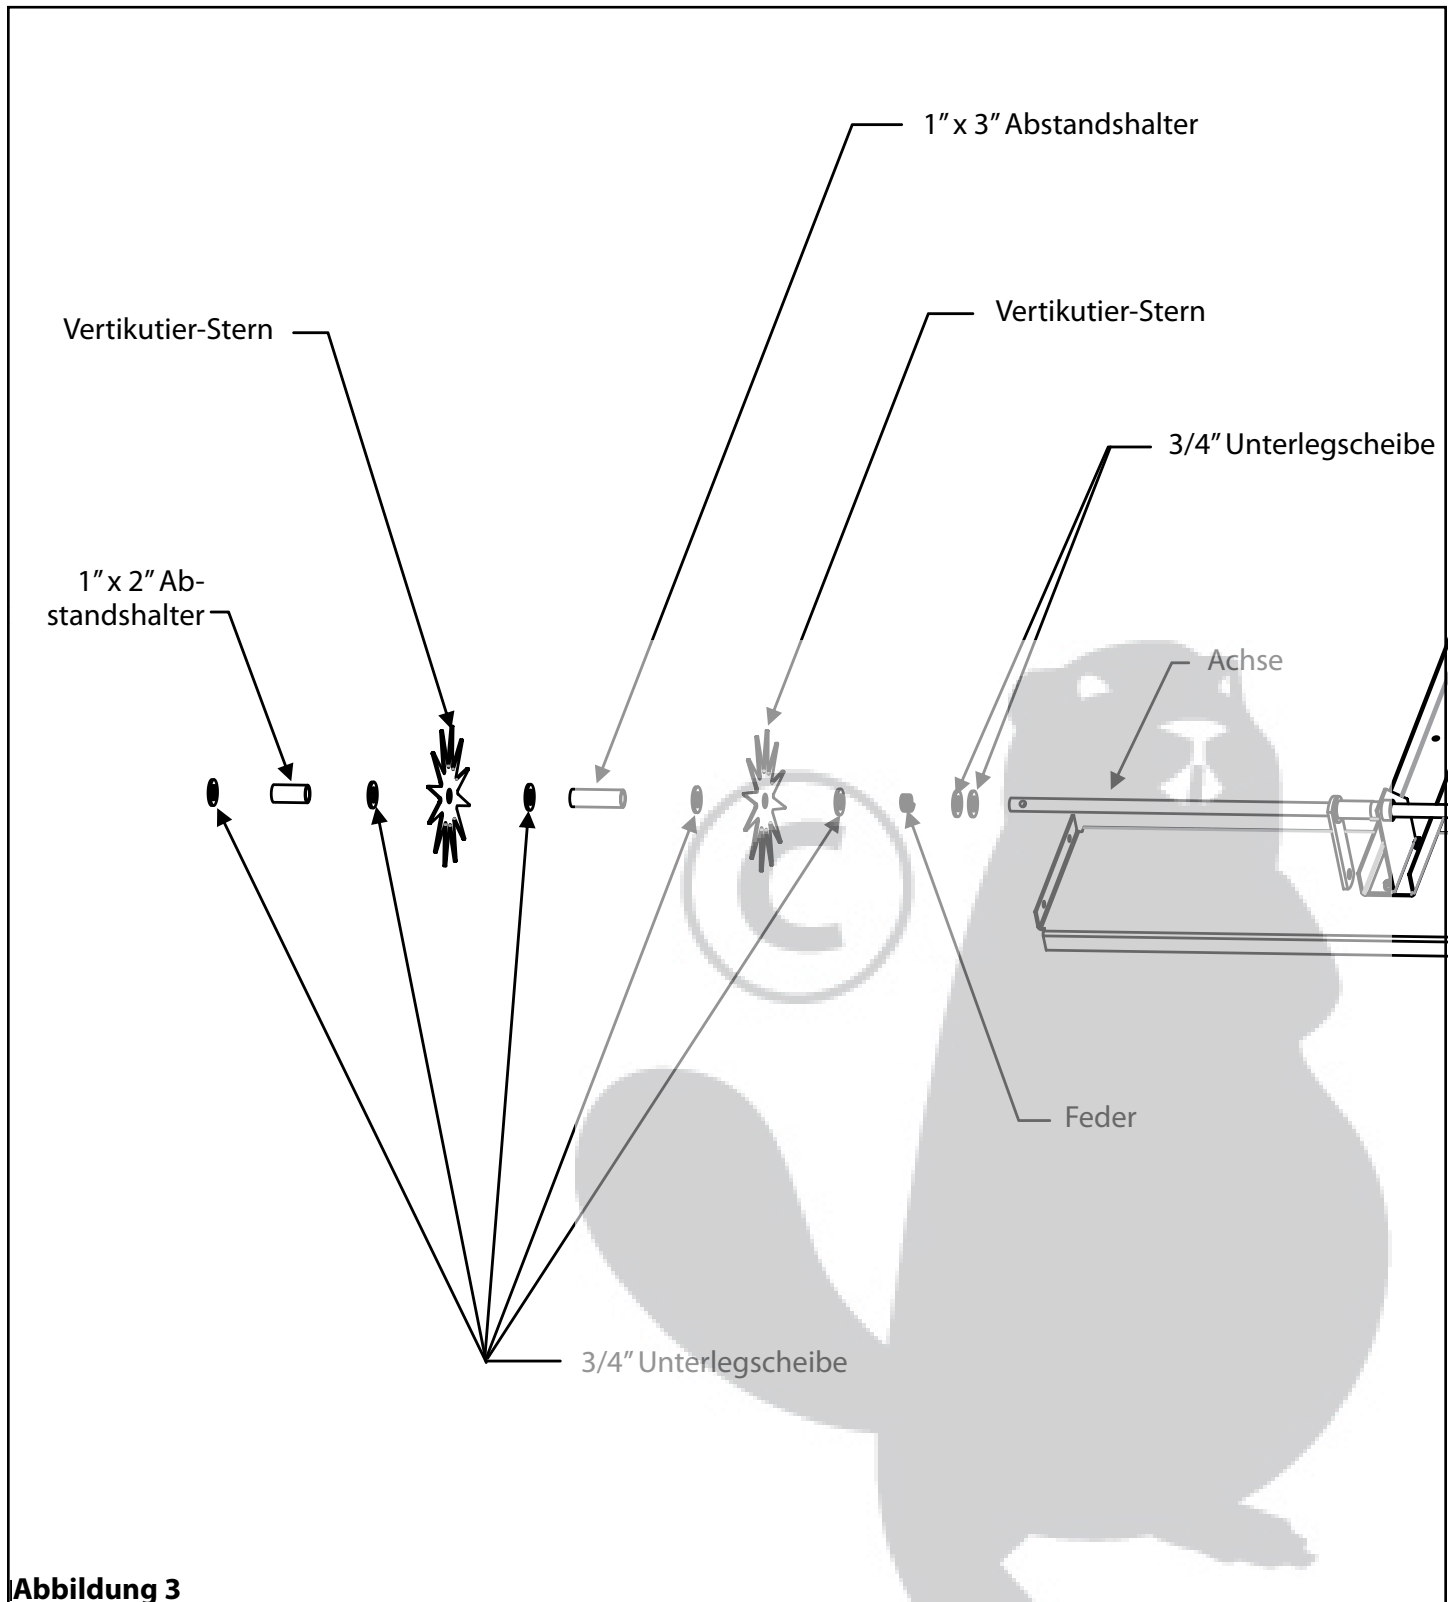

Abbildung 3
3. Legen Sie an der kurzen Seite der Achse zwei 3/4" Unterlegscheiben auf die Achse, gefolgt von einer Achsfeder und dann einer weiteren 3/4" Unterlegscheibe, gefolgt von einem Vertikutier-Stern und dann einer weiteren 3/4" Unterlegscheibe auf der Achse. Legen Sie einen 1" x 3" Distanzhalter auf die Achse, eine 3/4" Unterlegscheibe, einen weiteren Vertikutier-Stern und eine weitere 3/4" Unterlegscheibe und wiederholen Sie diesen Vorgang noch drei Mal. Nun legen Sie einen 1" x 2" Distanzhalter auf die Achse, gefolgt von einer 3/4" Unterlegscheibe. Siehe Abbildung 3.